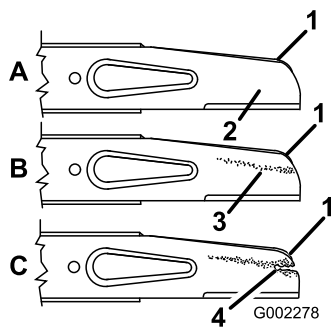

Figura 21
2. Retire el perno de la cuchilla, la arandela de freno, el acelerador y la cuchilla (Figura 21).